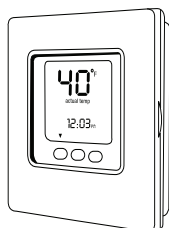

Fig. 7 – Réglage de la température la plus basse
1. Réglez le thermostat de la pièce à la température la plus basse, puis à la position d'arrêt (OFF). Consultez la Fig. 7.